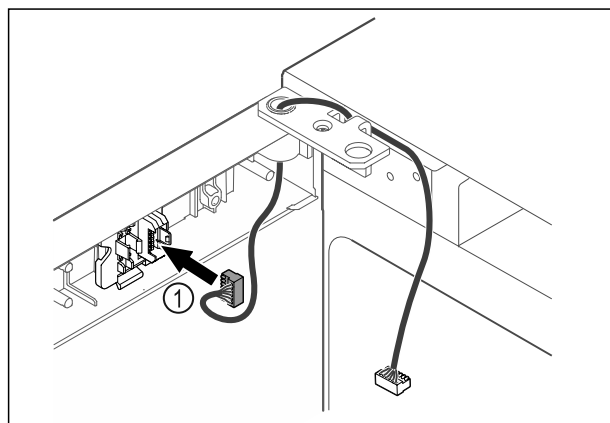

Fig. 46
- ▶ Sett pluggen Fig. 46 (1) i pluggholderen.